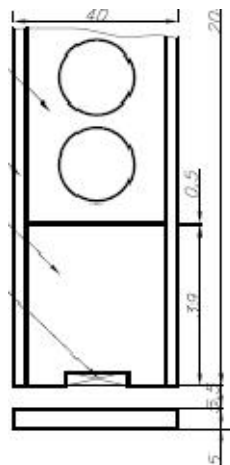

Fig. 2.
- o At der monteres en mindst 5 mm tyk stål skinne under dørblad, og afstand mellem overside gulvskinne til underkant dør ikke overstiger 6 mm (Fig. 2). Brændbare tæpper og gulvbelægninger må ikke føres under gulvskinnen.